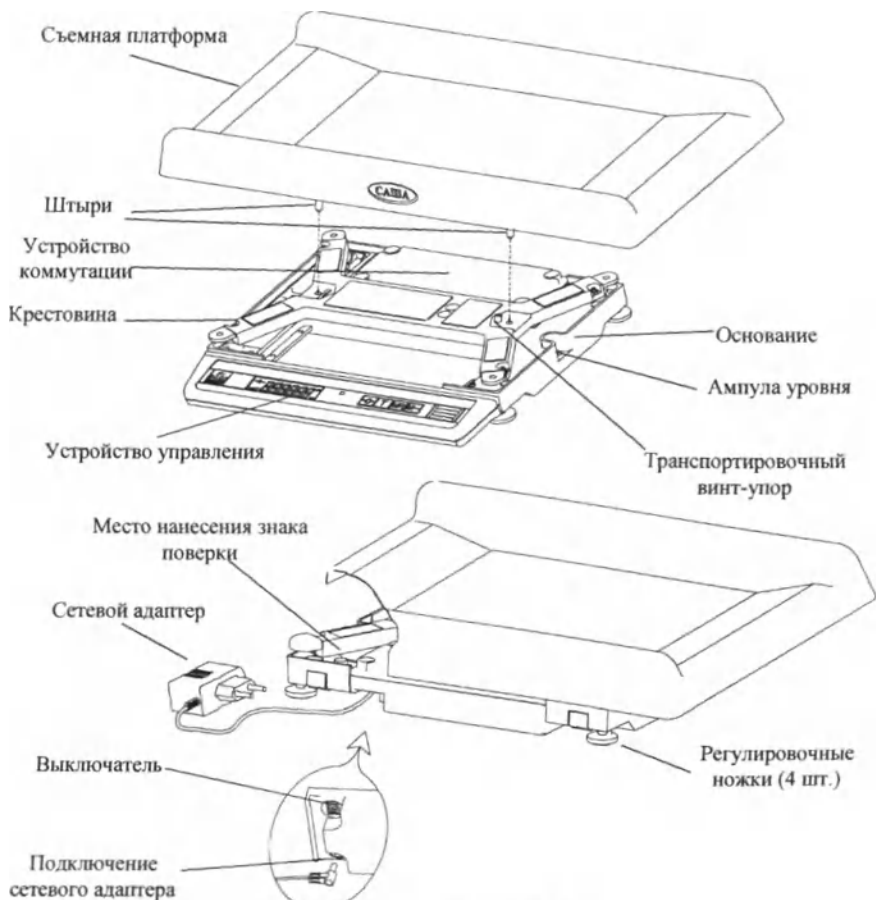

Рисунок 6.1 – Весы В1-15.3С
7.2 Вывернуть транспортировочный винт-упор, вращая его только против часовой стрелки (рис. 6.1).
7.5 Установить на весы съемную платформу (направление установки показано пунктирными линиями на рис. 6.1. Слегка надавить сверху на платформу, обеспечив ее сцепление с весами.